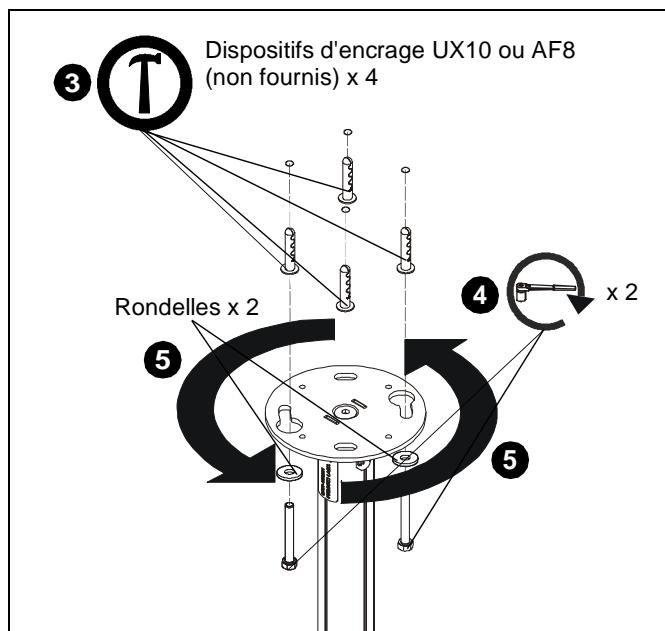

Figure 8
3. Installez quatre dispositifs d'ancrage UX10 ou AF8 dans quatre trous percés. (Voir la Figure 8)
4. Installez librement les deux boulons 8 mm x 7 mm (5/16" x 2 3/4") (non fournis) à travers deux rondelles plates de 8 mm (5/16") (non fournies) dans les dispositifs d'ancrage opposés. (Voir la Figure 8)
5. Placez la plaque pour plafond jusqu'au plafond et tournez jusqu'à ce que les boulons fixent la plaque en position. (Voir la Figure 8)